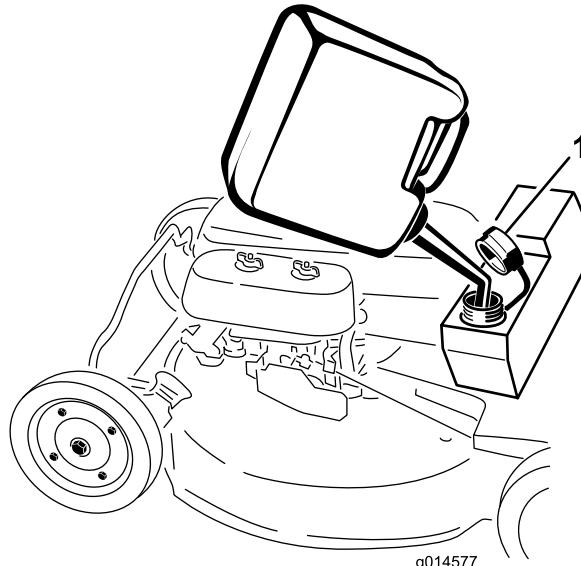

Figura 15
1. Limpie alrededor del tapón del depósito de combustible (Figura 15).